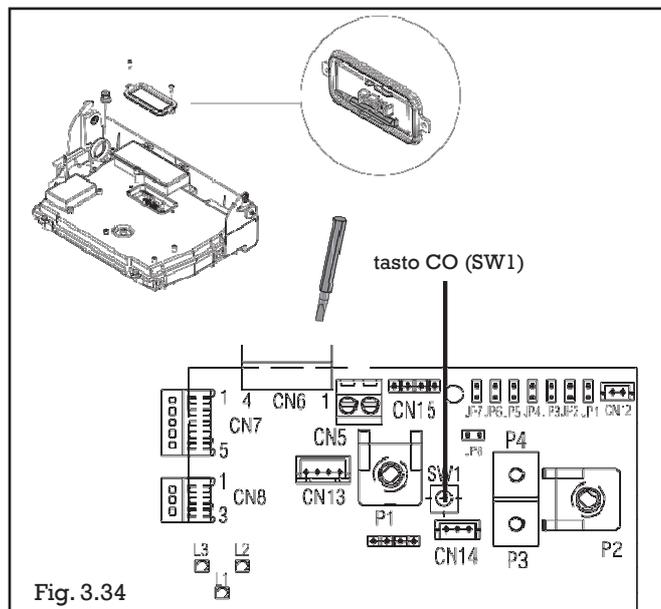

Fig. 3.34
- premere una volta il tasto CO (SW1) (Fig. 3.34) e attendere l'accensione della caldaia: sul display e lampeggerà la scritta **A CO**. La caldaia quindi funzionerà per 15 minuti alla massima potenza di riscaldamento